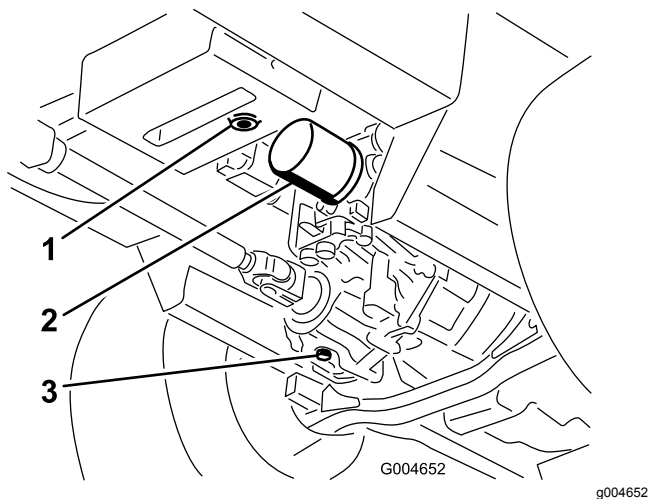

Figure 93
3. Placez un grand bac de vidange sous le réservoir hydraulique et le carter de transmission, et enlevez les bouchons pour vidanger tout le liquide hydraulique (Figure 93).
4. Nettoyez la surface autour du filtre à huile hydraulique et retirez le filtre (Figure 93).